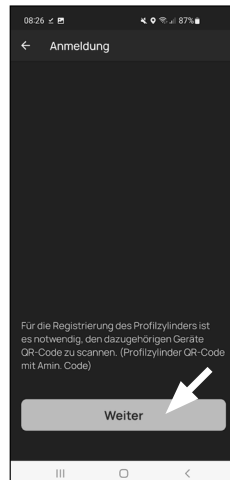

Abb. 3
- 3 Sie erhalten eine Aufforderung, den mitgelieferten QR-Code des Zylinders mit der Kamera des Smartphones einzuscannen (Abb. 3). Der QR-Code befindet sich auf dem Aufkleber, welcher der Verpackung beiliegt (Abb. 4).
- 4 Tippen Sie auf „Weiter“ (Abb. 3). Ggf. werden Sie aufgefordert, den Zugriff der App auf die Kamera zu bestätigen.